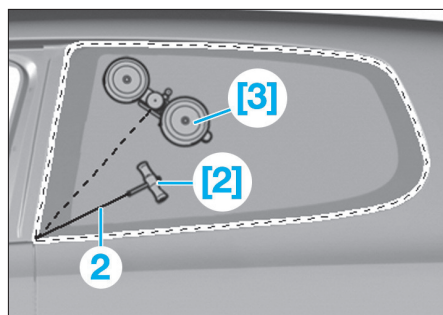

FIG. 8
- [3]. Dispositif d'enroulement ref.1654A (Fig.8).
- Fixer l'une des extrémités du fil (2) sur la poignée [2] pour faire contre-appui.
- Tirer également l'autre extrémité du fil (2) vers l'intérieur du véhicule.
- Attacher l'autre extrémité du fil tranchant au dispositif d'enroulement [3] (Fig.8).